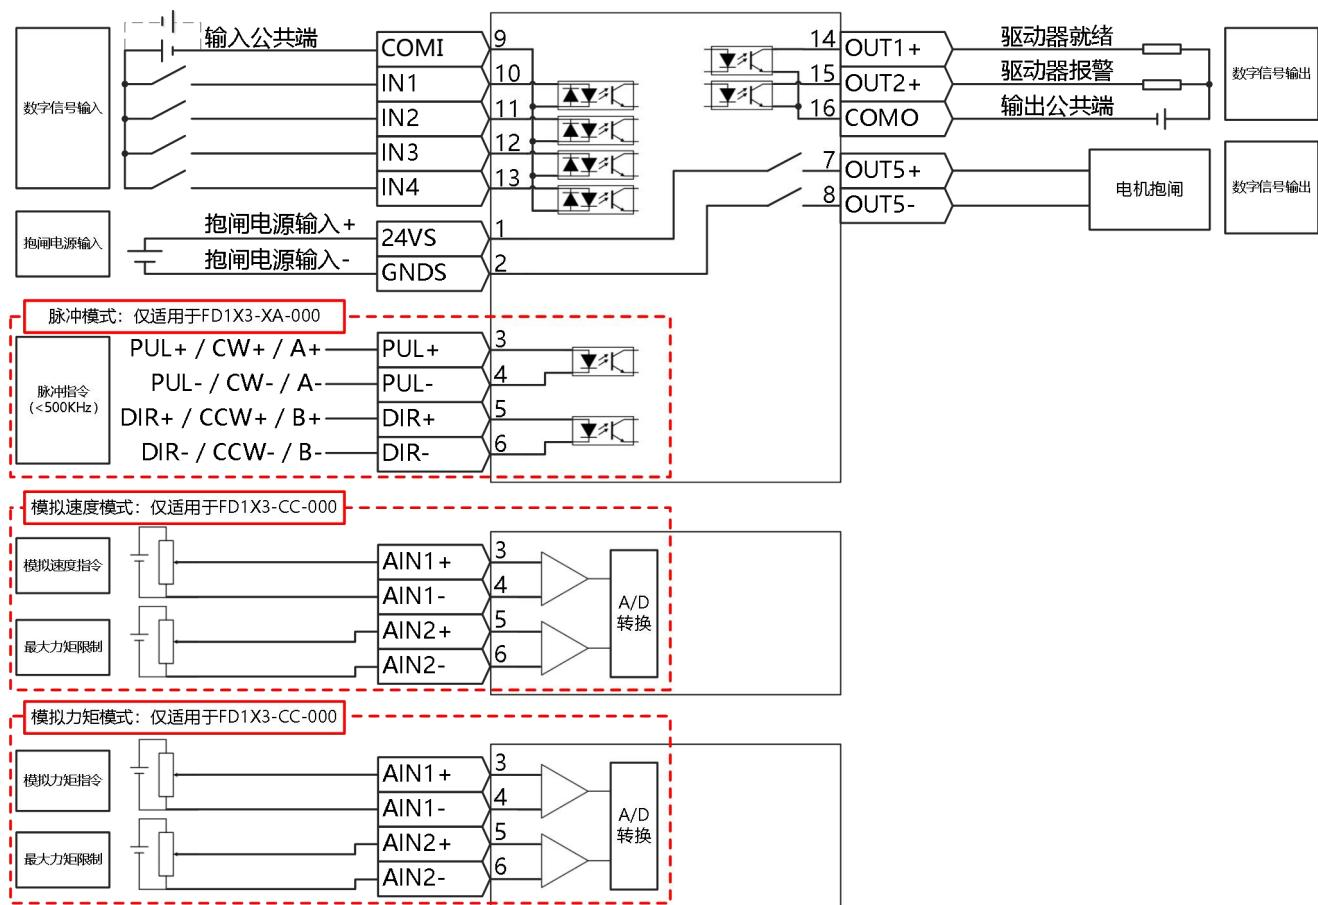
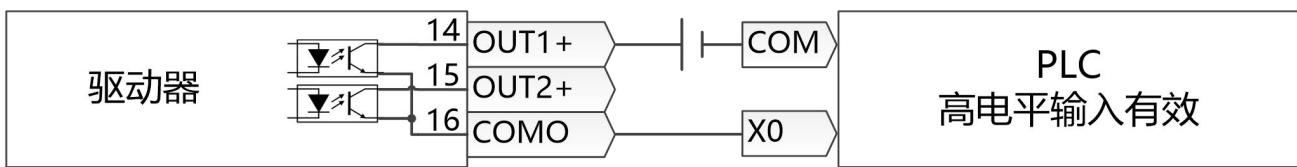
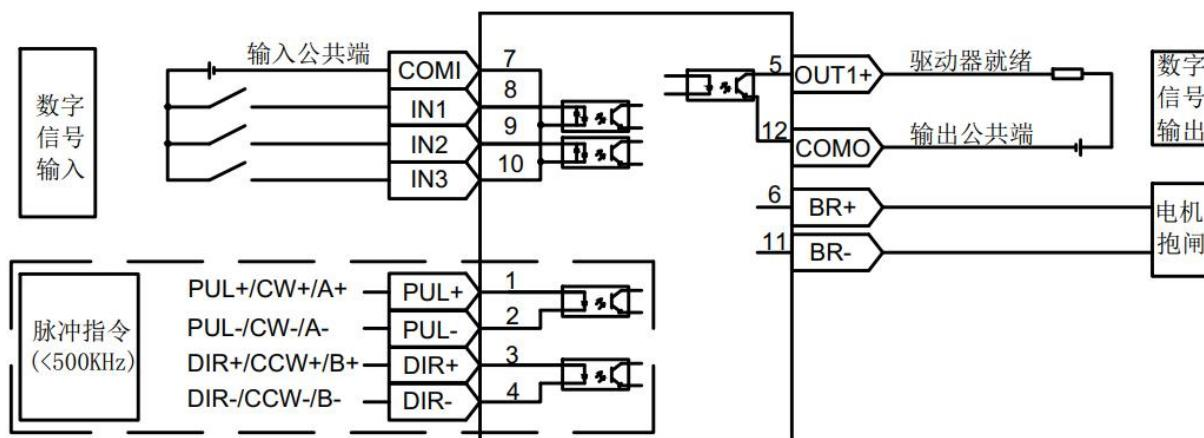

图 3-10 FD123/FD133 驱动器控制接线图
图 3-11 PNP 输入接线方式
图 3-12 FD1x4S-□B-000 驱动器控制接线图
- 对于数字信号输出，图 3-10 只显示 NPN 接线，如图 3-11 所示为 PNP 接线。
- 图 3-11 与图 3-12 显示了带有默认 IO 功能的接线，更多的 IO 功能可以通过上位机调试软件定义。有关更多 IO 功能的详细信息，请参见相关章节。
- 图 3-11 与图 3-12 只显示数字信号输出 NPN 接线方式，如图 3-14 所示为 PNP 接线方式。